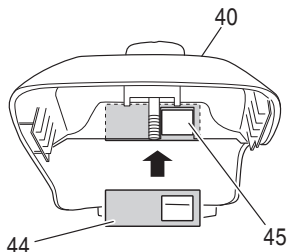

Fig. 43
Sistema de protección anti-congelado (Fig. 43, 44)
1. Cuando necesite utilizar el sistema anti-congelado, extraiga la cubierta del filtro de aire (40). Extraiga el obturador situado dentro de la cubierta del filtro de aire tirando de él (44) y vuelva a instalarlo en la posición de invierno girándolo a la posición intermedia. (Fig. 43)